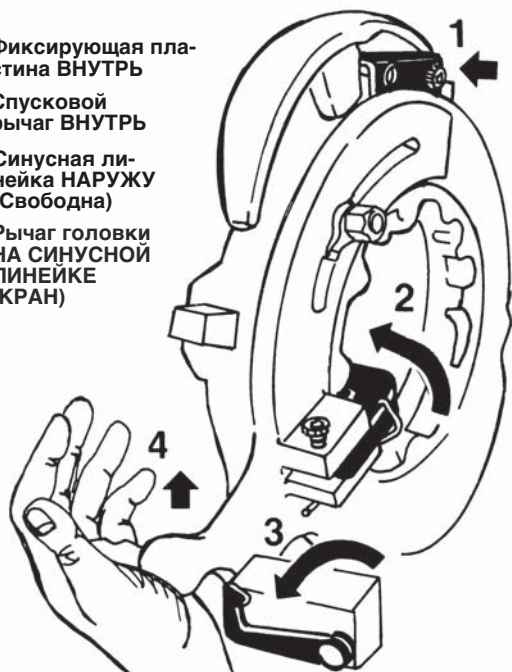

Рисунок 11 – Настройка самооткрывающихся головок № 714 или 914 на резьбы NPT или BSPT
4. Установите спусковой рычаг ВНУТРЬ. (Рисунок 11)
6. Когда головка будет в нижнем положении, подайте вверх рукоятку фиксирующей пластины (рисунок 11, шаг 4), пока спусковой рычаг не защелкнется в корпусе головки.